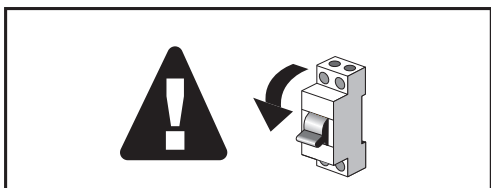

fig.1 Interruttore di rete
1. Disattivare l'alimentazione di rete (fig. 1).